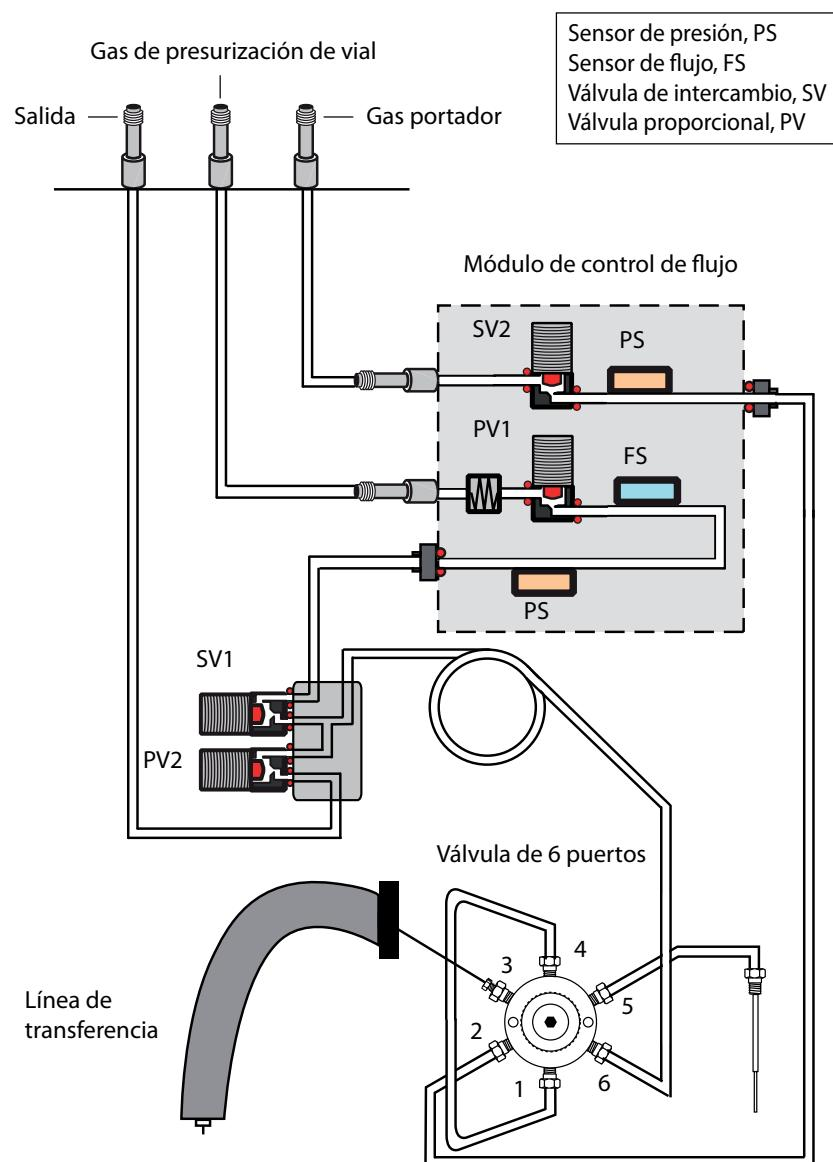
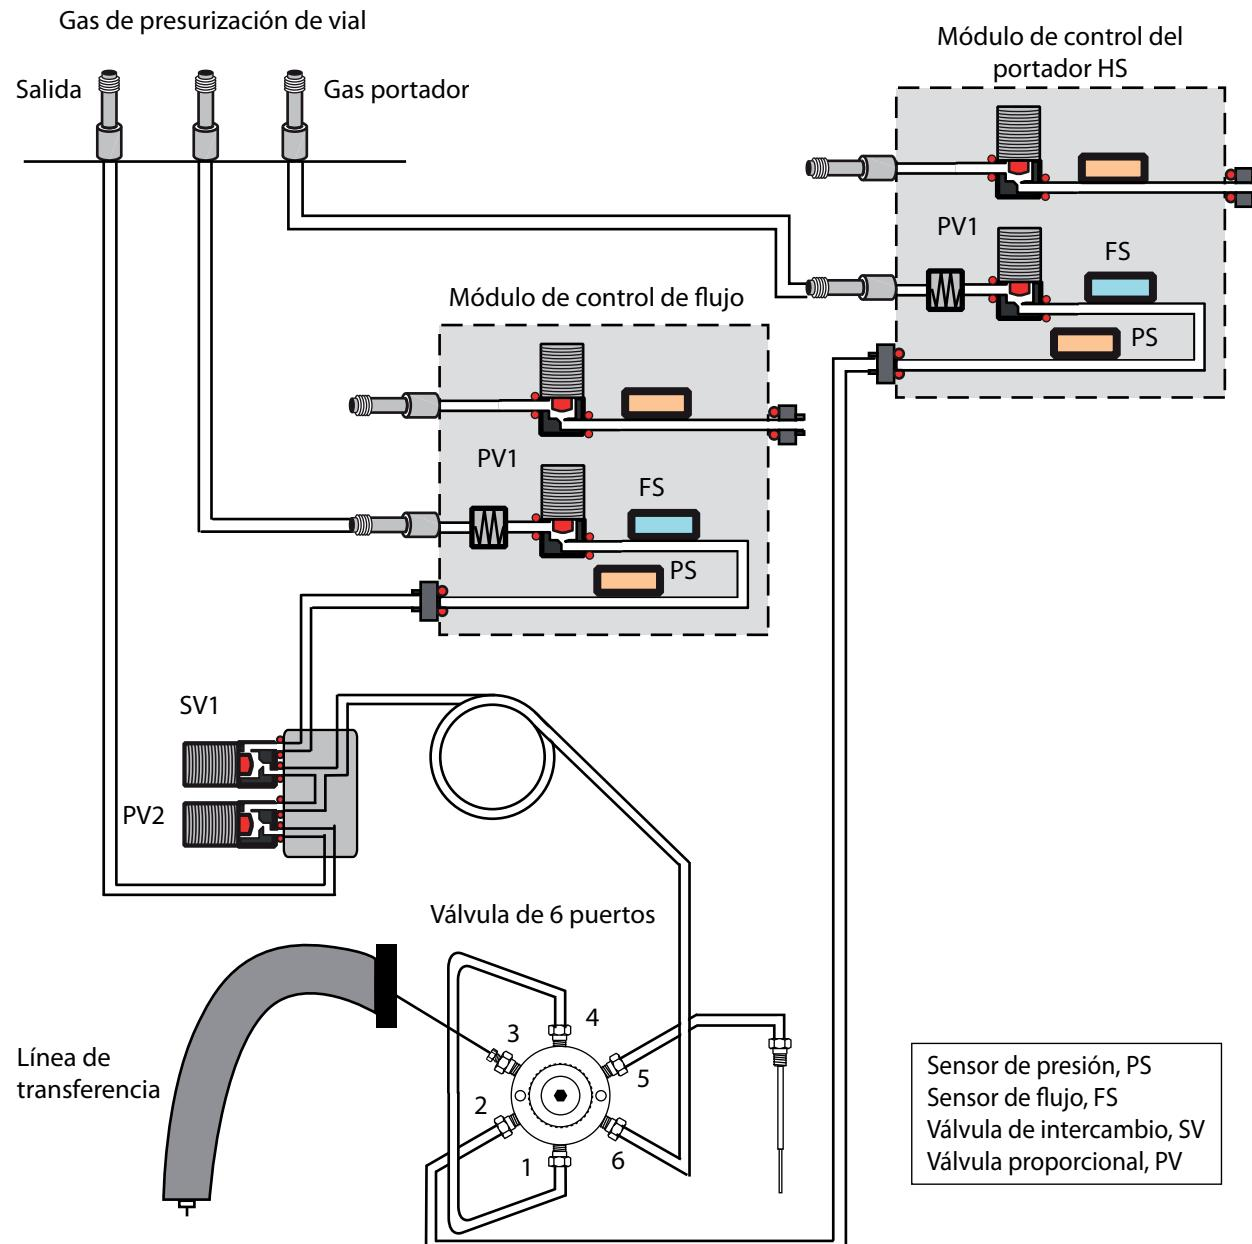

Figura 1 Rutas de flujo de HS (instalación estándar)
Figura 2 Rutas de flujo de HS con accesorio opcional de módulo EPC de gas portador G4562A 7697A instalado
Figura 1 y Figura 2 a continuación muestran los pasos de flujo dentro del muestreador de espacio de cabeza (HS).